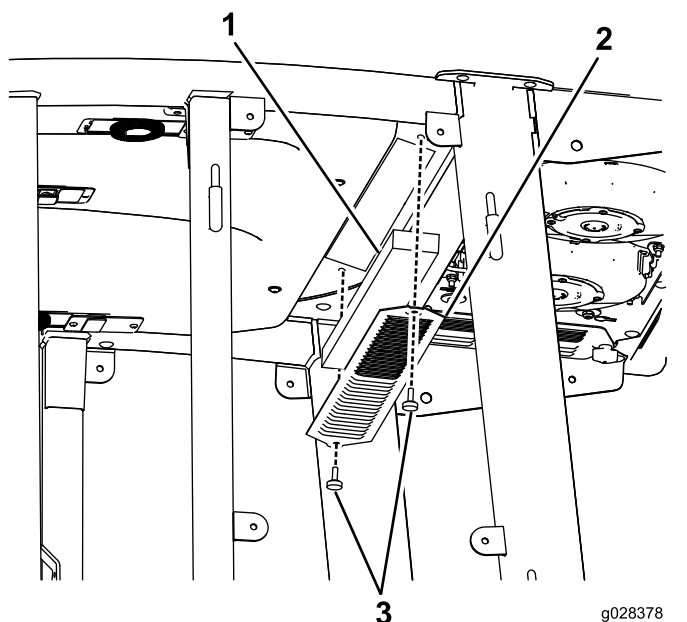
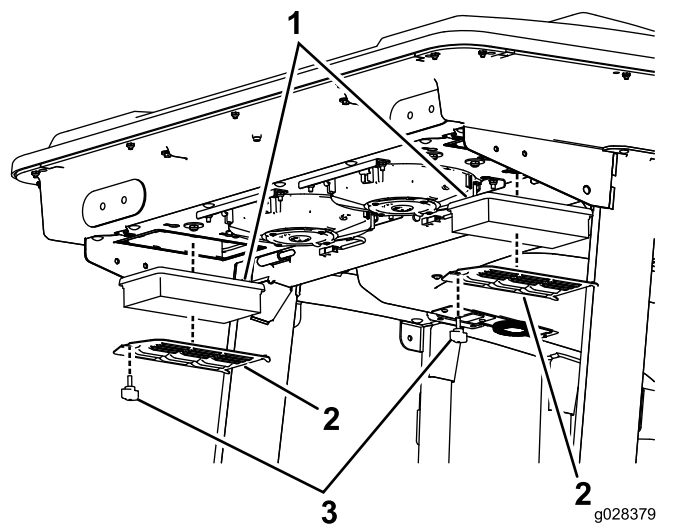
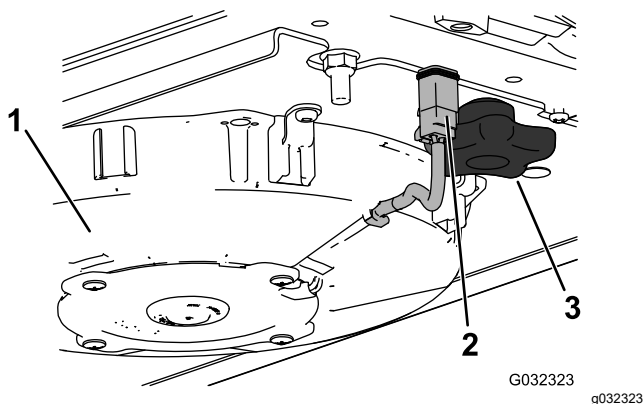
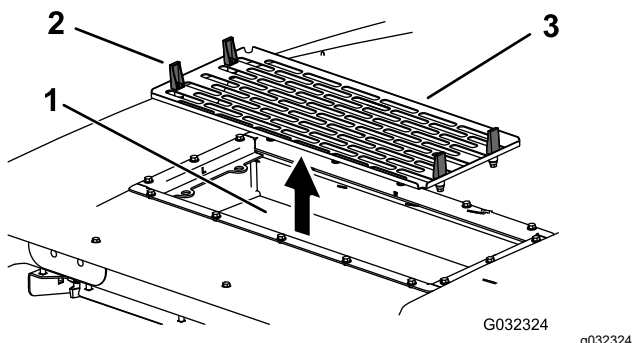

Figure 114
Figure 115
Figure 117
Figure 118
1. Retirez les vis et les grilles des filtres à air intérieur et arrière de la cabine (Figure 114 et Figure 115).
4. Déposez les filtres à air (voir Figure 115).
6. Reposez les filtres à air, la grille et le ventilateur (Figure 115, Figure 117 et Figure 118).
7. Rebranchez le câble de chaque ventilateur (Figure 117).